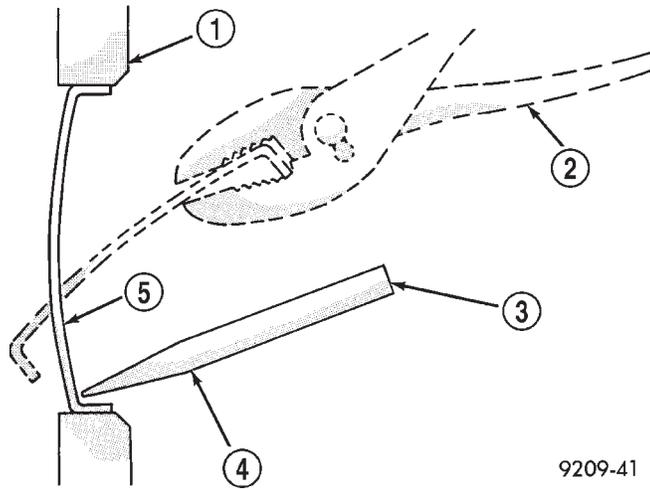

Abb. 126 Frostschutzstopfen ausbauen
(2) Mit einem stumpfen Werkzeug, z.B. Treibdorn oder Schraubendreher und Hammer, gegen den unteren Rand des Blechstopfens schlagen (Abb. 126)
(3) Frostschutzstopfen mit einer geeigneten Zange ergreifen und entnehmen.